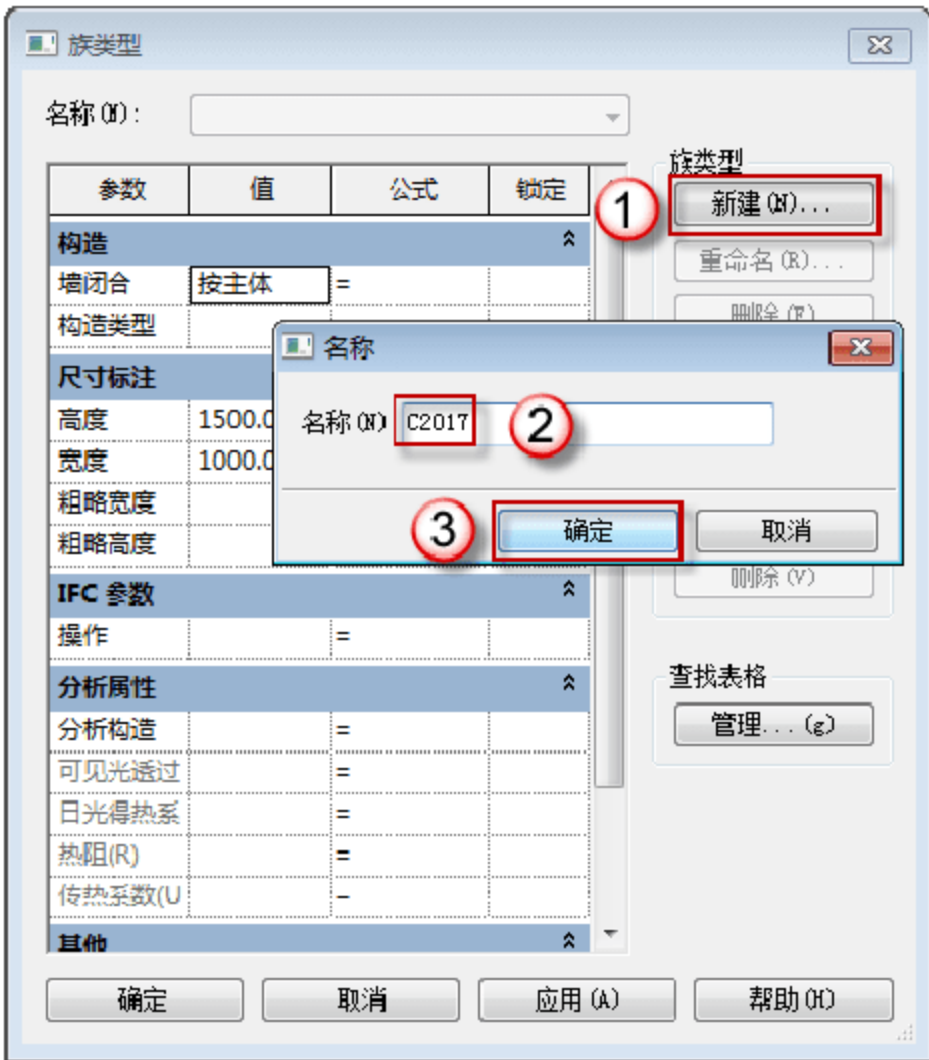

图 7.1.48 创建“C2017”
(2) 新建族类型。单击“族类型”按钮，在弹出的“族类型”对话框中单击“新建”按钮，弹出“名称”对话框，在“名称”一栏输入“C2017”字样，单击“确定”按钮，如图 7.1.48 所示。